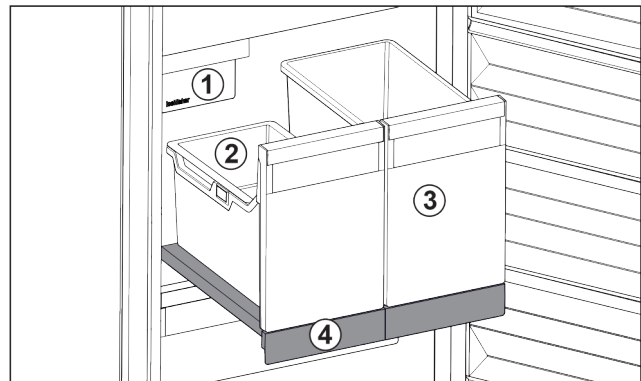

Fig. 138 Compartiment coulissant avec IceTower
Le compartiment coulissant comprend deux bacs hauts (IceTower). Le bac Fig. 138 (2) permet de recueillir et de stocker les glaçons de l'IceMaker. Les bacs Fig. 138 (3) sont conçus pour stocker des aliments hauts comme les pizzas et boissons alcoolisées.